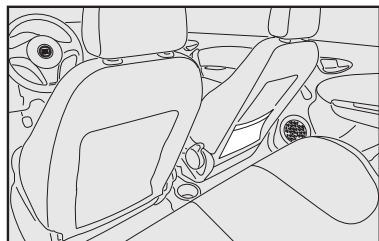

fig. 65
- para algumas versões, uma bolsa porta-objetos na parte posterior do encosto do banco dianteiro lado passageiro **fig. 65**.